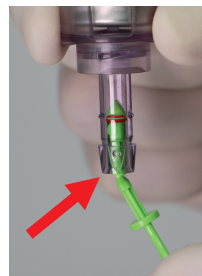

Abbildung 8
- h) Knicken Sie das überstehende Ende des Kolbens von der Spritze ab, wie in Abbildung 8 gezeigt.